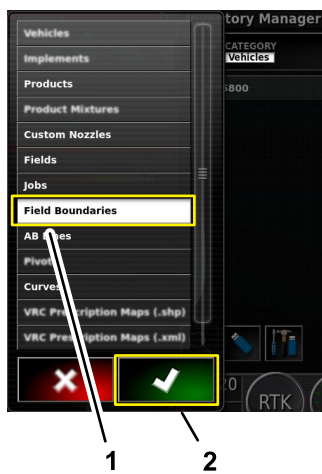

Figura 104
5. Si la palabra que describe el tipo de información (productos, boquillas personalizadas, parcelas o perímetros de parcela) que desea importar no aparece en el icono Categoría, pulse el icono Categoría (Figura 104).
6. En la lista de categorías, pulse el icono de la categoría de información que desea importar, y pulse el icono Confirmar (Figura 104).